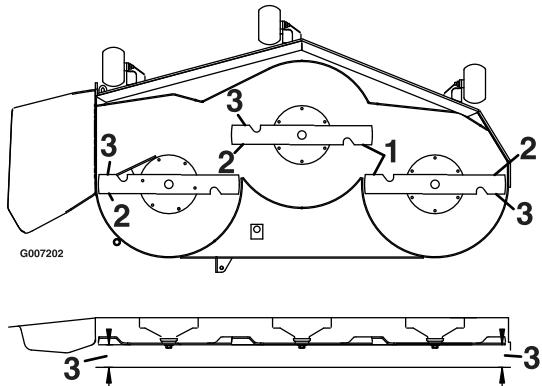

Figure 58
- Mesurez la distance entre les tranchants extérieurs et le sol plat (Figure 58).